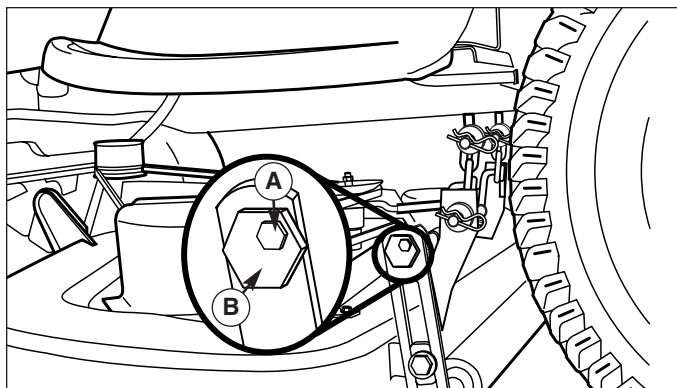

Figura 42. Livellamento laterale del tagliaerba
5. Vedere la Figura 42. Allentare il dado esterno (A). Ruotare il dado eccentrico (B) per sollevare o abbassare il lato sinistro del tagliaerba. Con il tagliaerba a livello, tenere fermo il dado eccentrico e serrare il dado esterno.